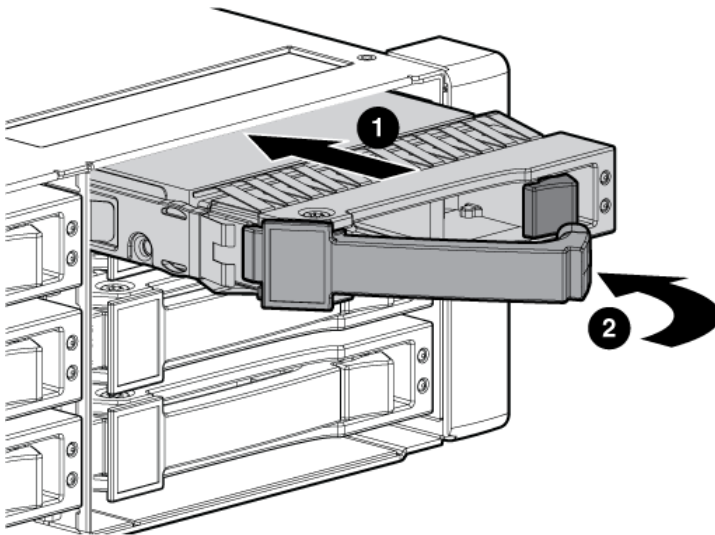

Abbildung 13 Einbau von Laufwerken in das Enclosure
1. Schieben Sie den Datenträger in den Laufwerkseinschub ein (1, Abbildung 13), bis er hörbar einrastet.
2. Drehen Sie die Laufwerksverriegelung nach rechts (2, Abbildung 13), bis sie einrastet.